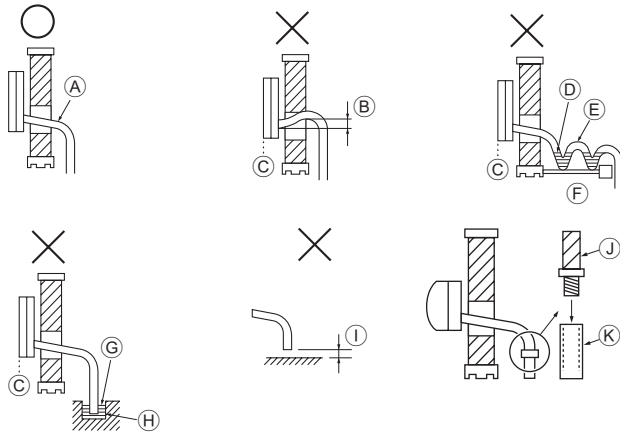

Fig. 5-1
- D Bande de feutre ③
5.1. Mise en place du tuyau d'écoulement (Fig. 5-1)